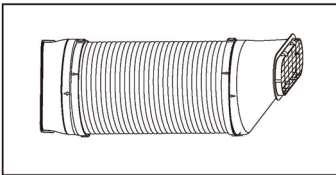

Fig. 3
3. La manguera montada con los conectores de entrada y salida aparecen como fig. 3.